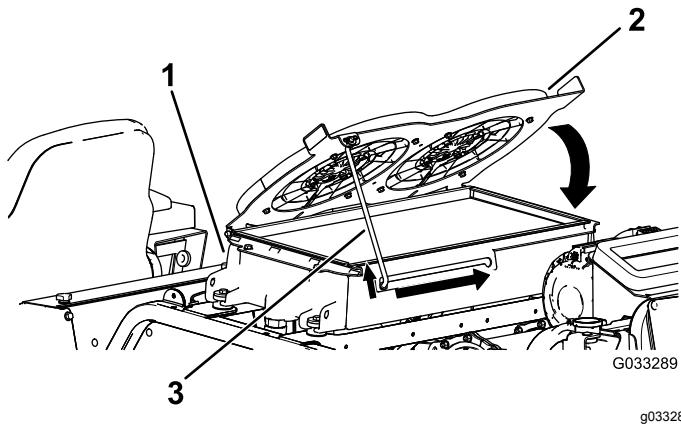

Figura 120
- Gire hacia abajo los ventiladores de refrigeración del sistema hidráulico, y enganche la varilla de sujeción en la muesca (Figura 120).